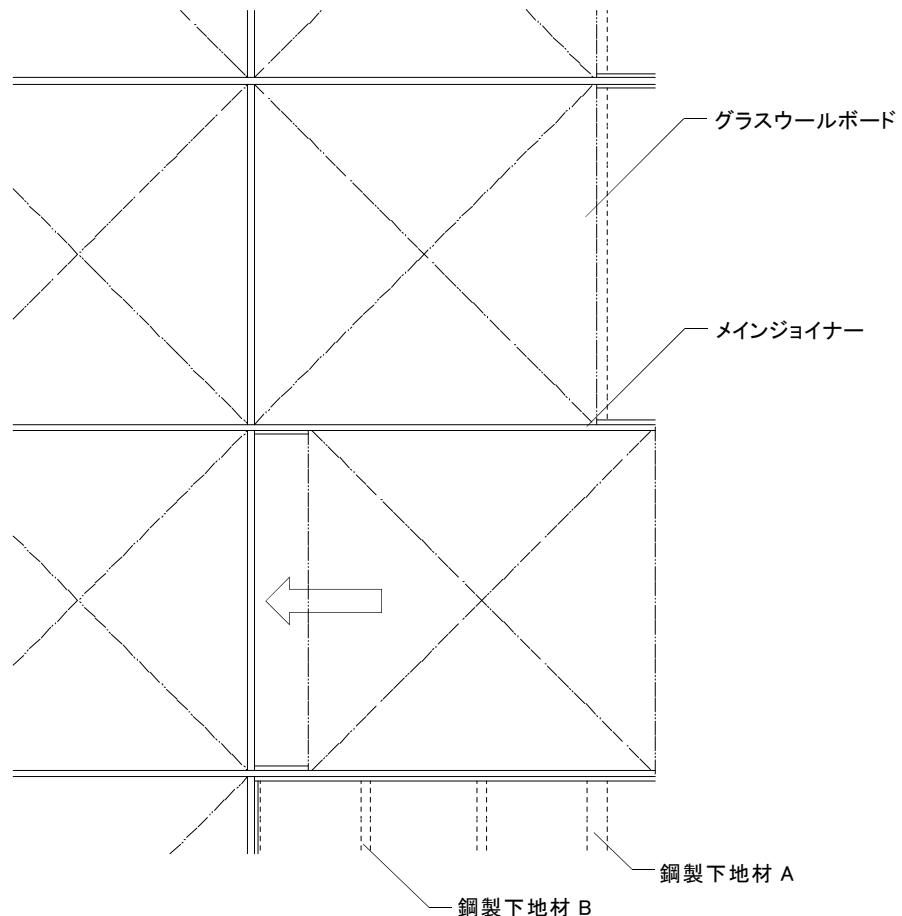

図 2-3-1 ガラスウールボードの取付け①
①ガラスウールボードをメインジョイナーに挿し込む。(図 2-3-1 参照)